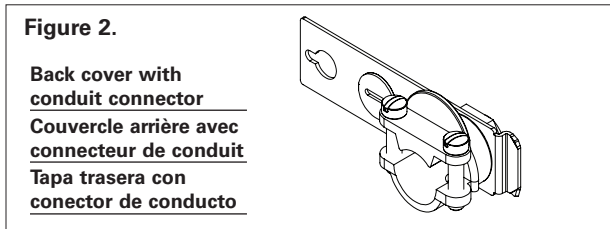

Figure 2.
2. Install conduit connector into knock-out on back cover (Figure 2). Rotate conduit 180° for 9" version.
2. Insérez le connecteur de conduit dans l'entrée défonçable du couvercle arrière (Figure 2). Tournez le conduit sur 180° pour la version de 22,9 cm (9 po).